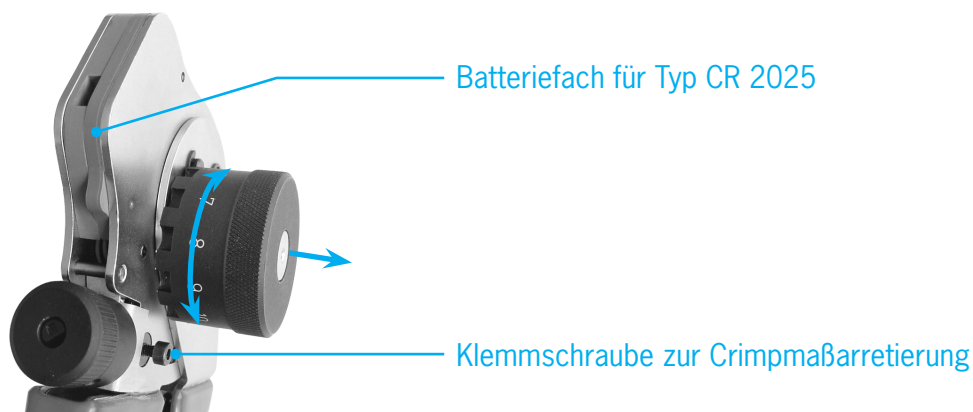

Abbildung 2
- Crimpdorneinstellung und Position der Kontaktaufnahme (3) für den zu vercrimpenden Kontakt aus Einstellmatrix entnehmen.
- Die Crimpdorneinstellung (Crimptiefe der Dorne) durch Drehen des Stellrades (8) solange verändern, bis die Digitalanzeige den gewünschten Wert anzeigt.
- Zangeneinstellung mittels Klemmschraube (2) arretieren.
- Kontaktaufnahme (3) durch seitliches Anheben und Drehen (siehe Abb. 2) in die laut Einstellmatrix festgelegte Stellung bringen.